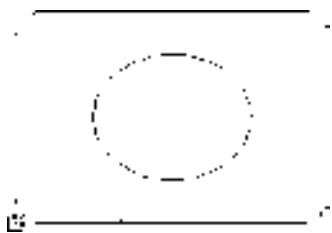
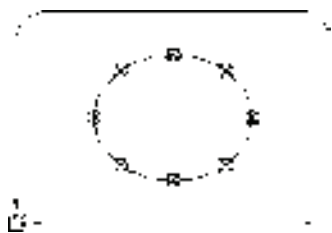

图 2-89 绘制图形
图 2-90 创建定数等分点
13) 上机练习：绘制图 2-89 所示的椭圆和具有圆角的矩形，具体尺寸由读者自己选定。接着设置点样式，并在椭圆上创建定数等分点，结果如图 2-90 所示。